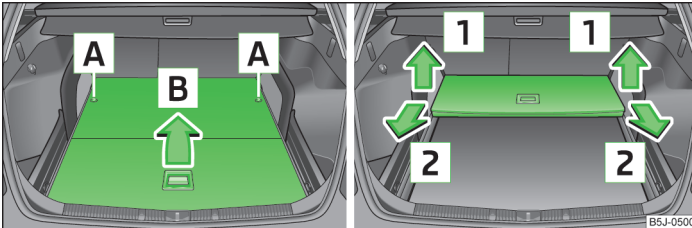

Abb. 52 Variablen Ladeboden zusammenklappen / herausnehmen
- › Den variablen Ladeboden durch Drehen der Sicherungsbolzen **A** nach links um ca. 180° entriegeln » Abb. 52.
- › Den variablen Ladeboden in Pfeilrichtung **1** » Abb. 52 hochklappen und durch Ziehen in Pfeilrichtung **2** » Abb. 52 herausnehmen.